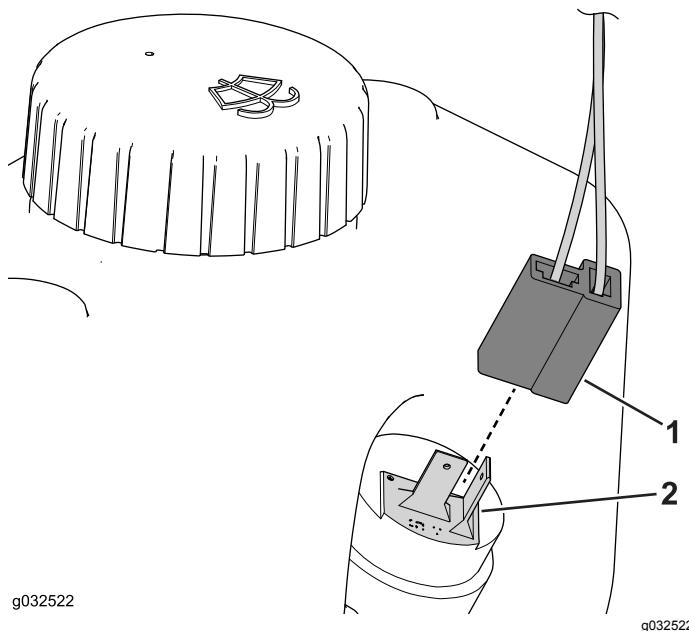

Рисунок 43
1. Присоедините вилку к бачку стеклоомывателя (Рисунок 43).